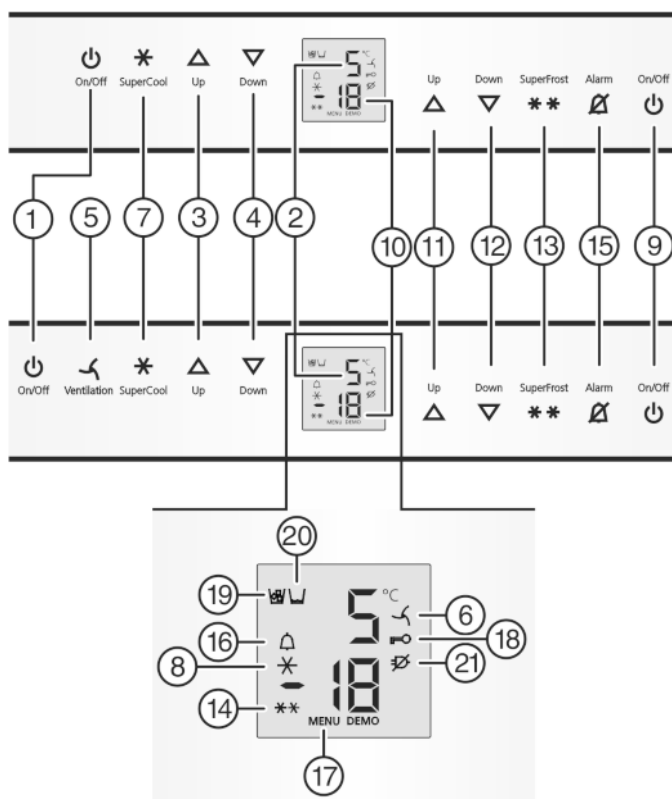

Fig. 2
- ▶ Нажмите кнопку On/Off морозильного отделения Fig. 2 (9).
- Нажмите кнопку On/Off холодильного отделения Fig. 2 (1).
- ▷ Холодильное отделение включено: Индикатор температуры холодильного отделения Fig. 2 (2) светится. При открытии двери холодильного отделения включается внутреннее освещение.
- Активация режима настройки: удерживайте кнопку SuperFrost Fig. 2 (13) прилб. 5 секунд.
- ▷ Символ меню Fig. 2 (17) горит.
- Коротко нажмите кнопку SuperFrost Fig. 2 (13) для подтверждения.
- Для включения защиты от детей коротко нажмите клавишу SuperFrost Fig. 2 (13).
- ▷ Символ "Защита от детей" Fig. 2 (18) горит. На индикации мигает **с**.
- Для выключения защиты от детей коротко нажмите клавишу SuperFrost Fig. 2 (13).
- ▷ Символ защиты от детей Fig. 2 (18) гаснет. На индикации мигает **с**.
- Выход из режима настройки: нажмите кнопку On/Off морозильного отделения Fig. 2 (9).
- Нажмите кнопку Alarm Fig. 2 (15).
Одновременно мигает индикация температуры и символ тревоги Fig. 2 (16).
Звуковой сигнал выключается автоматически, символ аварийного сигнала Fig. 2 (16) выключается и индикатор температуры перестает мигать, если температура снова становится достаточно низкой.